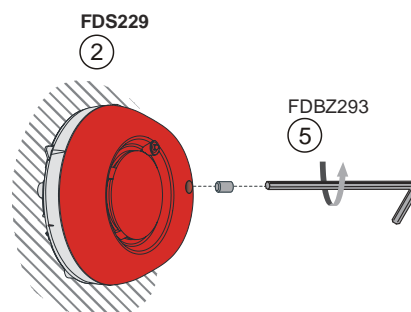

Fig. 2
3. Install the detector locking device FDBZ293 in the alarm sounder (Fig. 2).
3. Montieren Sie bei Bedarf die Melderarretierung FDBZ293 in den Alarmtongeber (Fig. 2).
3. Si besoin, monter un verrou de détecteur FDBZ293 dans le diffuseur sonore (fig. 2).
3. Si lo desea, monte el dispositivo de bloqueo del detector FDBZ293 en la sirena de alarma (Fig. 2).
3. Se necessario montare nella sirena d'allarme il dispositivo di bloccaggio rivelatore FDBZ293 (Fig. 2).